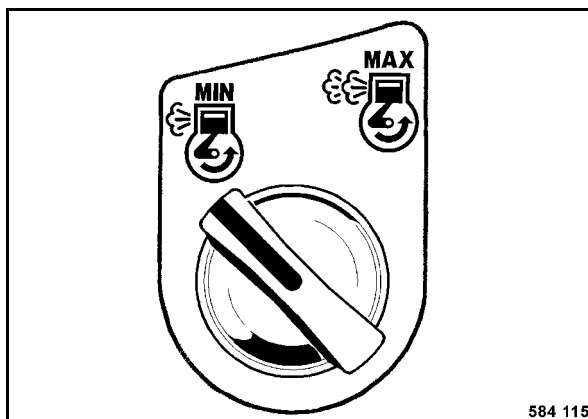

Fig. 34
- Colocar el interruptor giratorio (Fig. 34) a posición „Min“ (marcha en vacío).